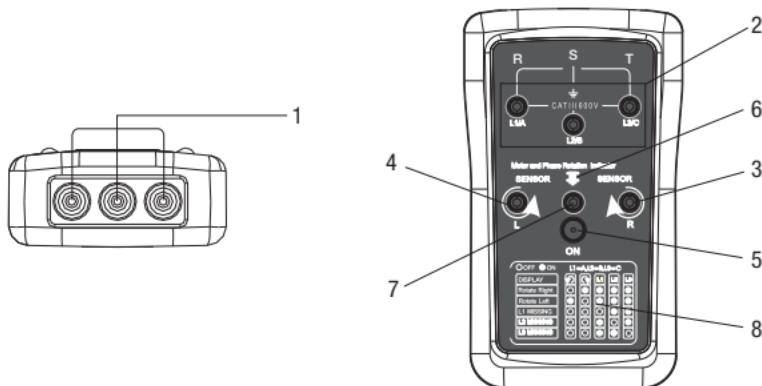
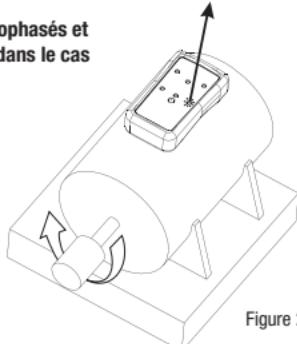

Figure 1
Figure 2
- b. Placer le 5124 vers le moteur, parallèlement à l'arbre du moteur. Le bas de l'instrument devrait faire face à l'arbre. Le 5124 devrait être orienté de façon à pointer à l'opposé du devant du moteur, tel qu'ilustré à la Figure 2. L'indicateur d'emplacement du moteur est illustré à la Figure 1.
- c. Appuyer sur le bouton « ON » pour que l'indicateur d'alimentation s'allume et que le test commence. Pendant que le moteur tourne, l'indicateur de rotation horaire (R) ou antihoraire (L) s'allumera pour indiquer le sens de rotation du moteur.